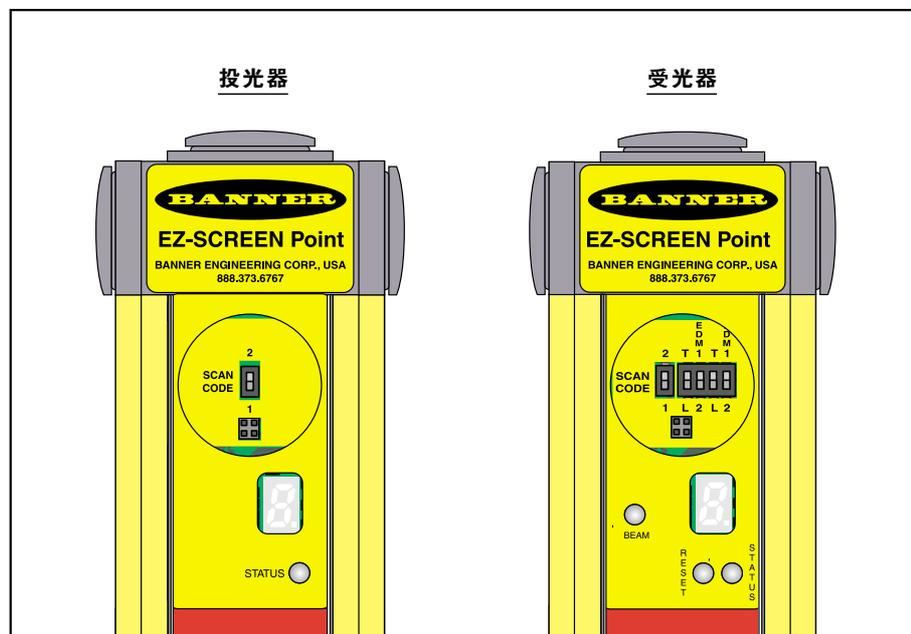

Fig.4-1 EZスクリーン構成スイッチ
システム構成の設定は、投受光器アクセスポートキャップ裏の構成パネルで行います(付属のスプナーレンチでキャップを取り外してください)。Fig.4-1をご参照ください。構成を確認/設定した後は、NEMA/IP定格を維持するためにアクセスポートキャップを完全に取り付けてください。周波数切り換え以外のすべての設定は、システムの電源遮断時に行ってください。
トリップ/ラッチ出力モードは、受光器ポートの2つのDIPスイッチで選択します(Fig.4-1参照)。両方のスイッチを同じ設定にしてください。異なる設定にした場合、エラーコードが表示されます。
**EDM**; EDMモードは、受光器ポートの2つのDIPスイッチで選択します(Fig.4-1参照)。1チャンネルモニタリングの場合、両方のEDM DIPスイッチを1に設定します。2チャンネルモニタリングまたはモニタリングなしの場合、両方のEDM DIPスイッチを2に設定します。詳細については、セクション3.7.3をご参照ください。
投受光器のフロントパネルに各種ステータス表示が装備されています(Fig.4-1参照)。